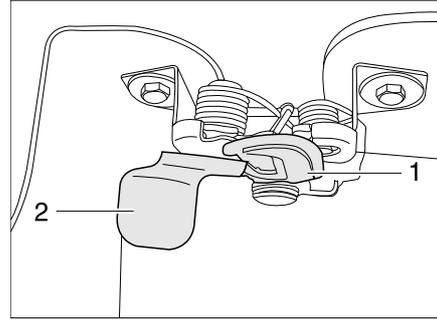

Bild 26 Entriegelungshebel Motorhaube außen
- Mit einer Hand unter die Motorhaube greifen und den Sicherungshaken (Bild 26,1) betätigen. Dazu hinter die Platte (Bild 26,2) greifen und die Platte nach vorn ziehen.